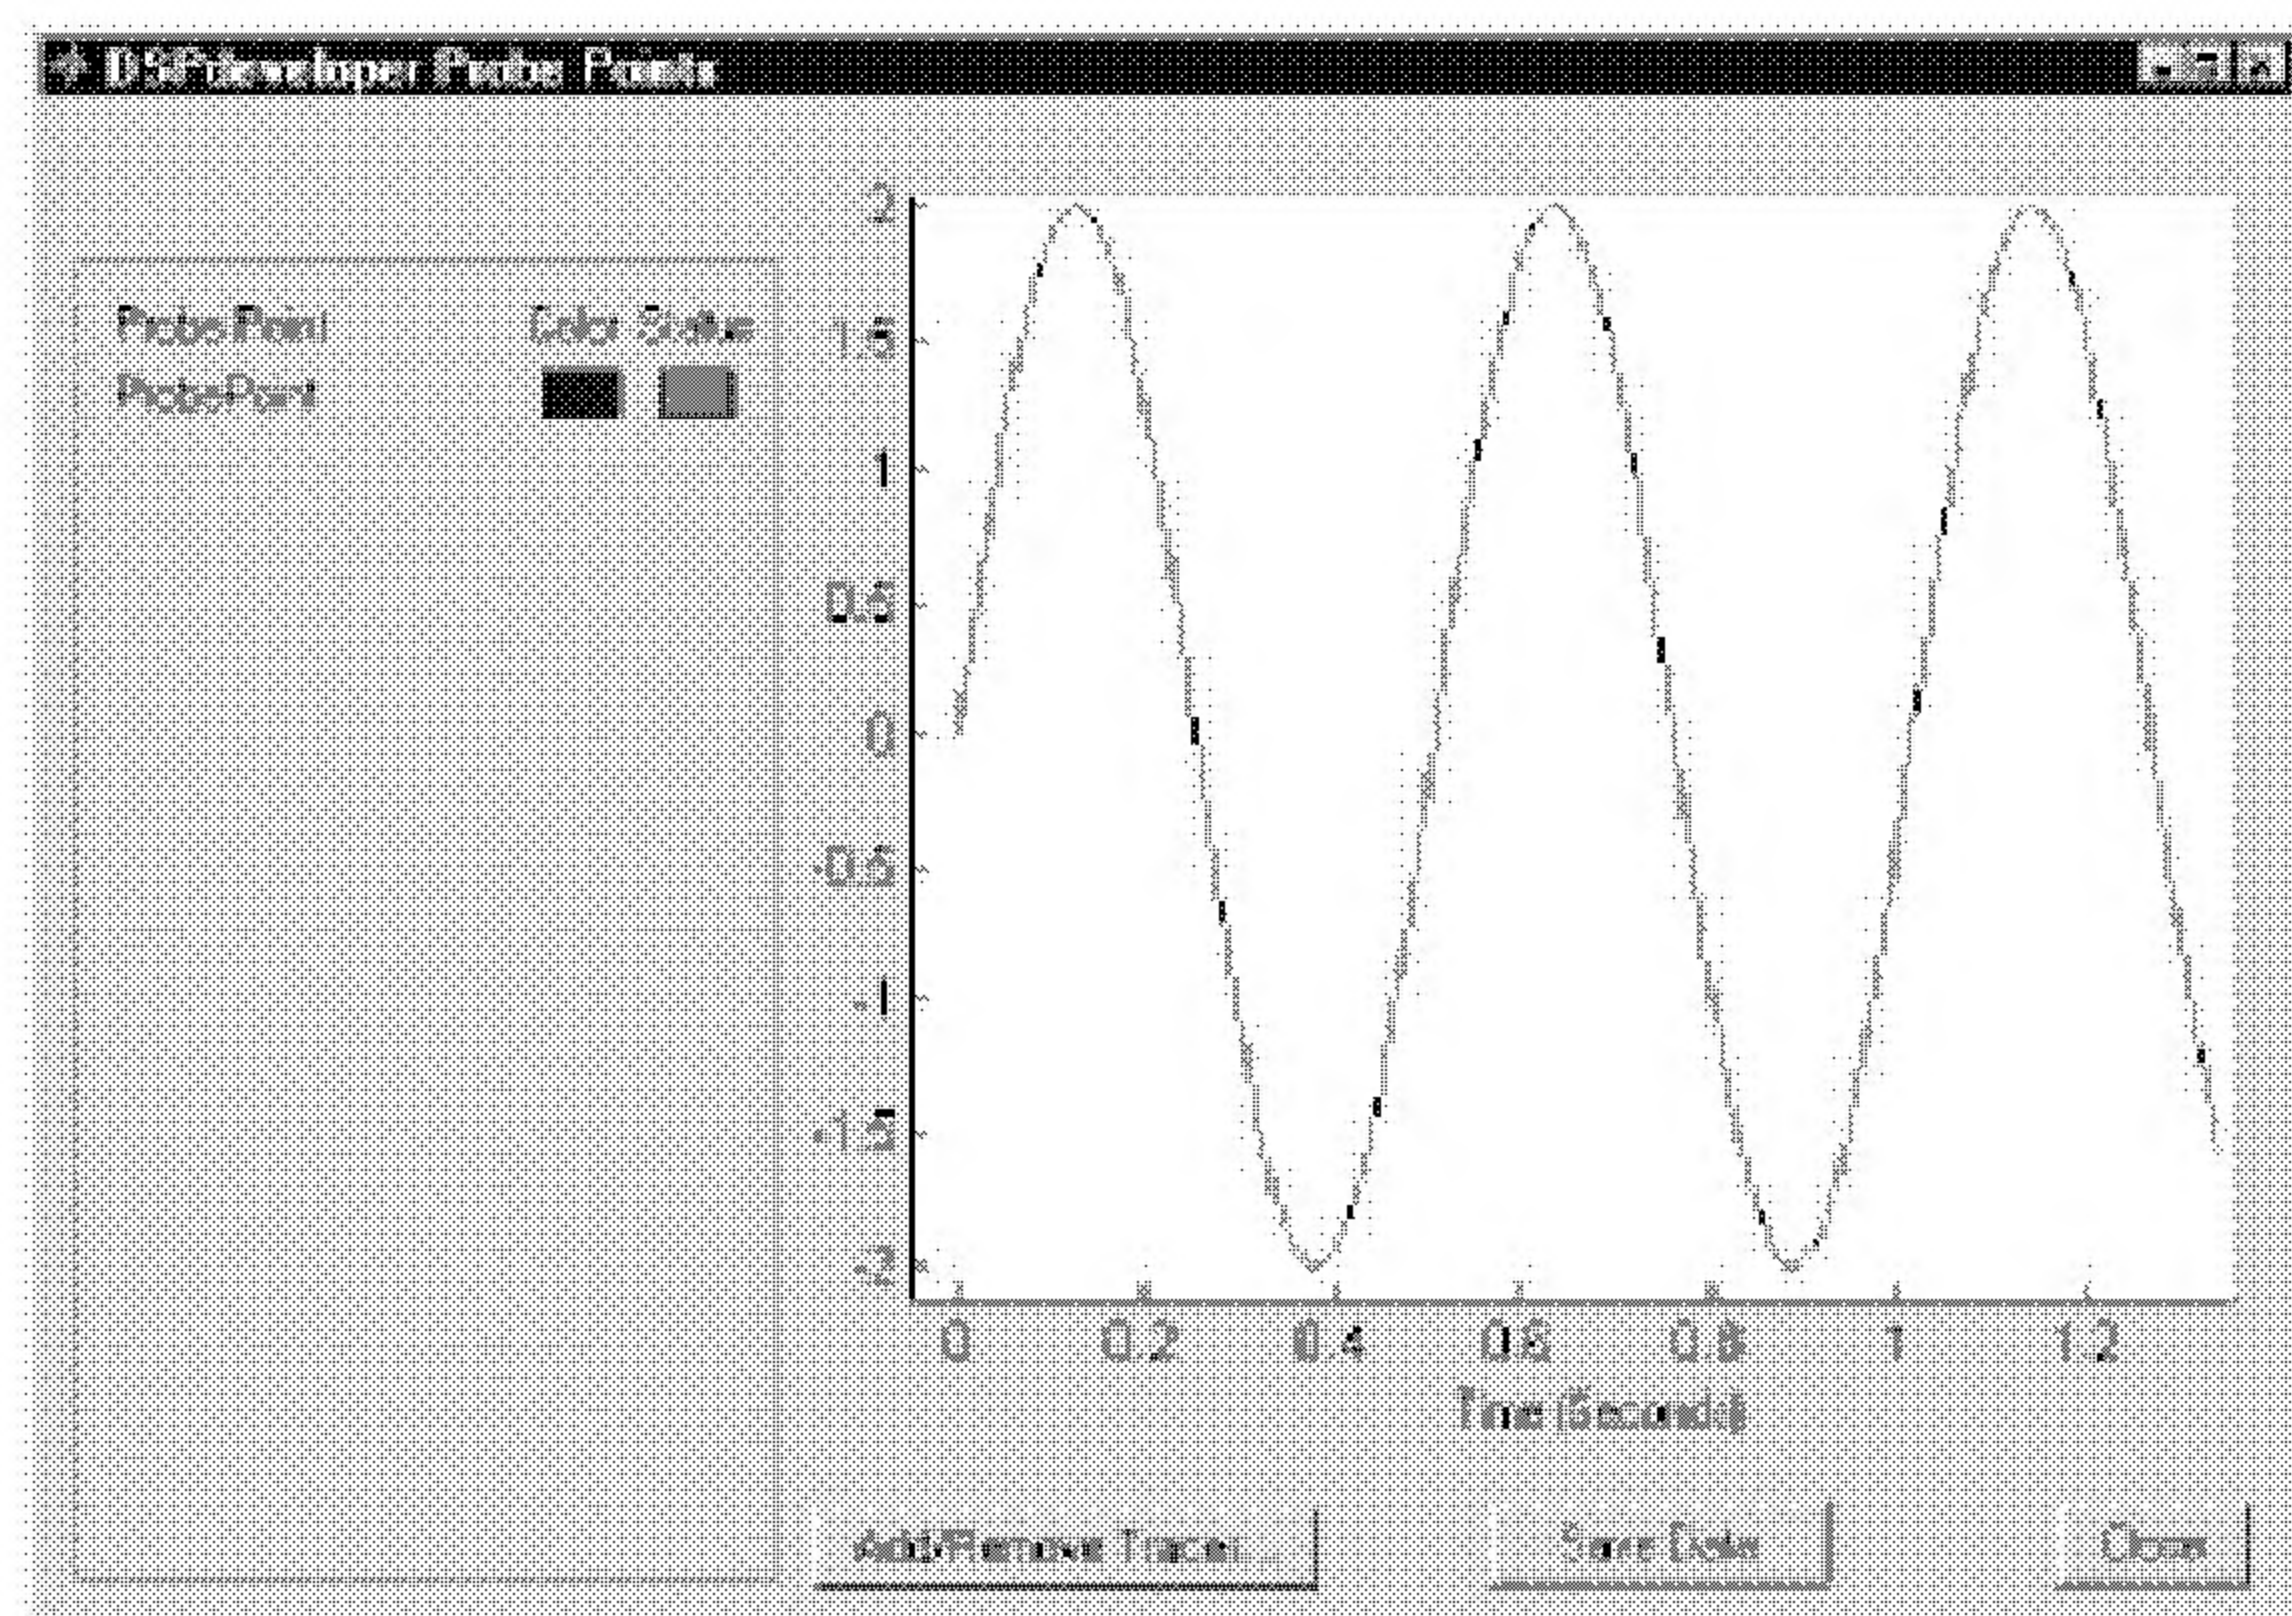

图 7.11 探点数据显示结果
(1) 点击 Setup Probe Points 按钮, 打开探点设置对话框, 在此对话框中配置如下参数:
(2) 点击 Display Probe Points 按钮, 打开探点显示窗口, 再利用 Add/Remove Traces 按钮, 向显示窗口中添加探点。
(3) 最后点击 DSPdeveloper 控制面板上 Run 按钮, 开始运行目标 DSP 中的程序。当程序运行结束后, 探点显示窗口的显示结果如图 7.11 所示。